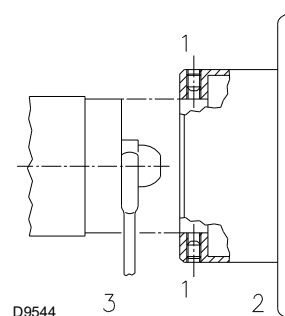

Abb. 20
- befestigen Sie diese mit dem Schlüssel über die mittlere Bohrung der Flammenstabilitätsscheibe oder lösen Sie die Schrauben 1)(Abb. 20);